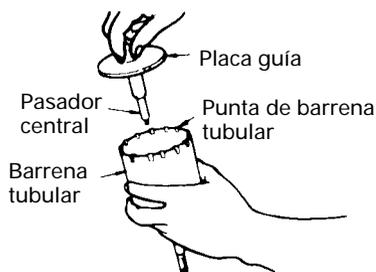

Fig. 17
- (3) Insertar el pasador central en la placa guía hasta que se pare.
- (4) Unir la placa guía con la barrena tubular y girar la placa guía hacia la izquierda o hacia la derecha de forma que no se caiga a pesar de estar indicando hacia abajo (Fig. 17).